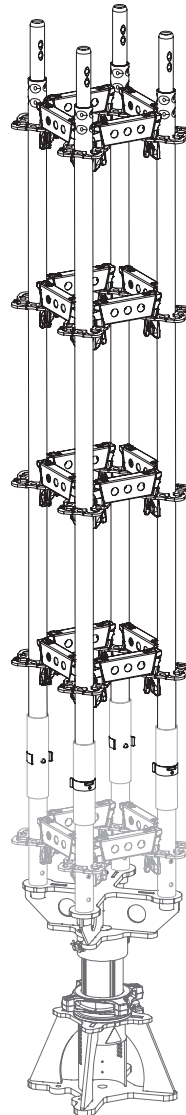

Fig. A1.05
4. Inserire il gruppo di montanti preassemblati, vedere Sezione "B4 Elenco materiali" a pagina 64, nei montanti di base UVB e fissare con perni di bloccaggio. (Fig. A1.05)